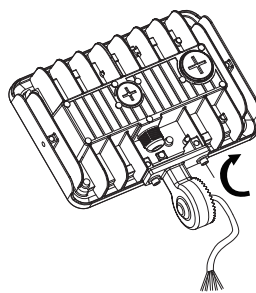

Fig 7
- 2: Tighten the two screws at the handle of the knuckle(Fig 7).
- 2: Apriete los dos tornillos en el mango del nudillo (Fig. 7).
- 2 : Serrez les deux vis au niveau de la poignée de l'articulation (Fig 7).